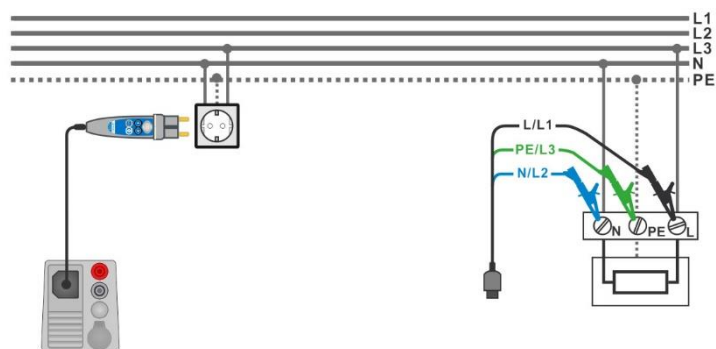

Abbildung 7.113: AUTO-TN-Messung
- › Schließen Sie den 3-adrigen Prüfleiter oder den Commander-Prüfstecker am Prüfobjekt an, siehe **Abbildung 7.113**.